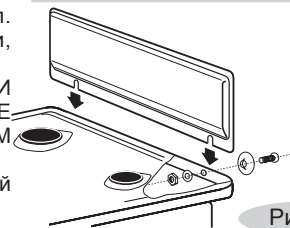

Рис.12
- Щиток (при наличии) закрепляется перед установкой плиты (рис.12).